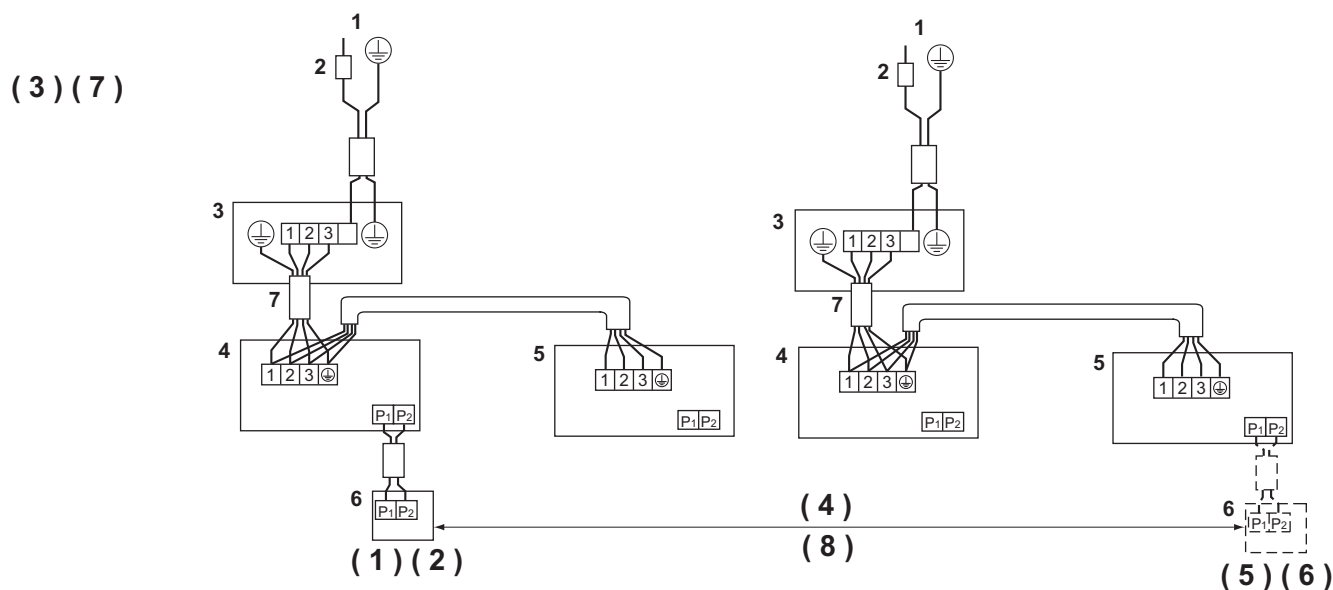

Bild 31
- Utför följande moment vid separat inställning av primär- och sekundäraggregat. **(Se bild 31)**
- (1)** Ändra ANDRA KODNR. till "02". Individuell inställning, så att sekundäraggregatet kan inställas individuellt. **(Se tabell 10)**